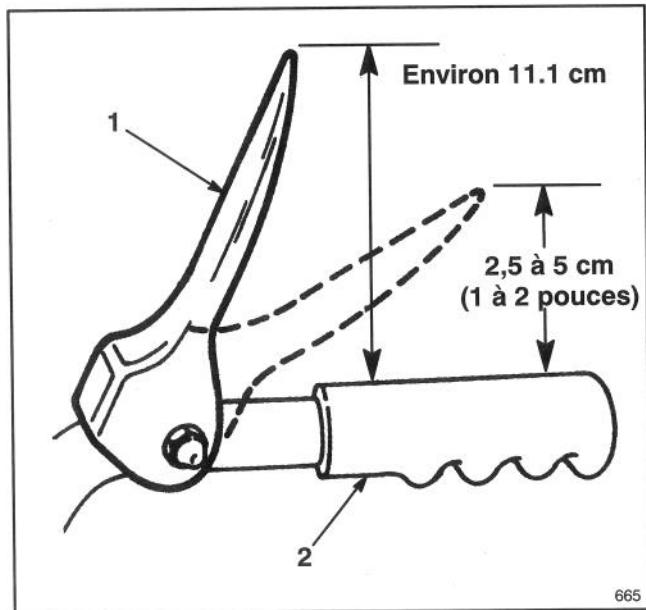

Figure 7
6. Tirez lentement la machine en arrière tout en amenant, également lentement, le levier de commande de traction contre la poignée. Le réglage est correct lorsque les roues cessent de tourner et que la distance entre le haut de la poignée et la bas de la tige de commande est de 2,5 à 5 cm (1 à 2 pouces) (Fig. 7). Au besoin, réglez à nouveau les écrous à collier pour obtenir ces dimensions, et serrez-les fermement.